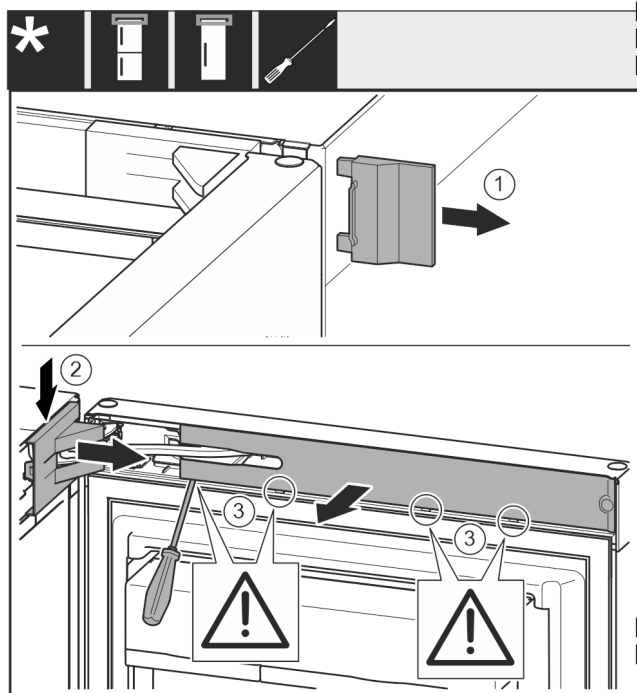

Fig. 8
- Snemite pokrov Fig. 8 (1).
- Snemite in odstranite pokrov ležajnega podstavka Fig. 8 (2).
- Snemite pokrov ležajnega podstavka Fig. 8 (2).
- S ploščatim izvijačem sprostite zaslonko Fig. 8 (3) in jo obrnite na stran.